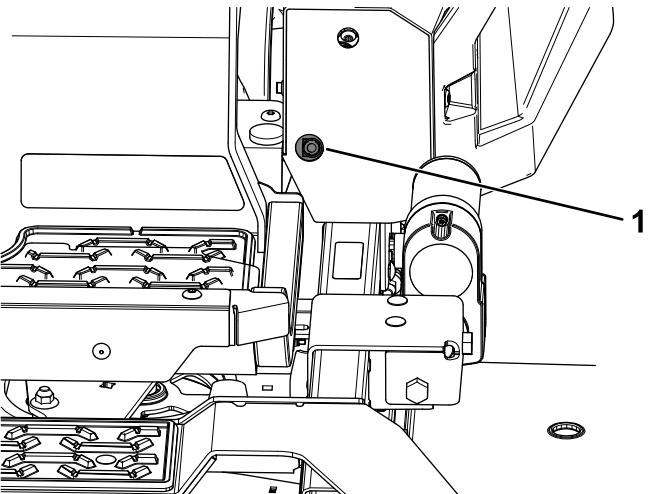
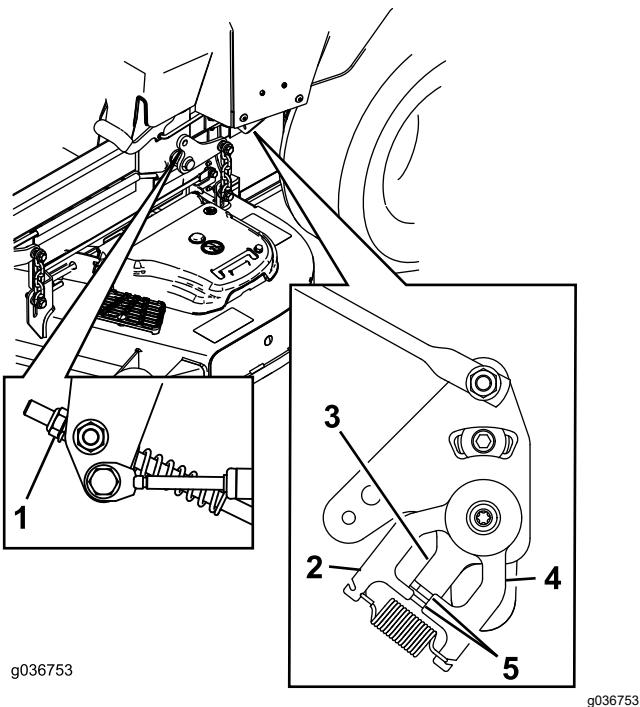

Figure 73
Figure 74
11. Réglez la longueur des tiges de pompes en tournant l'écrou dans le sens voulu jusqu'à ce que les roues tournent légèrement en marche arrière (Figure 73 et Figure 74).